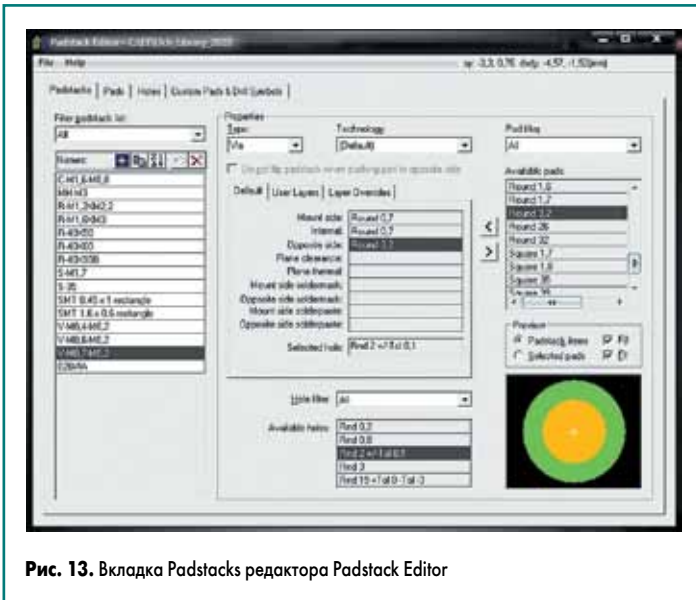

Рис. 13. Вкладка Padstacks редактора Padstack Editor
**Ctrl** на клавиатуре и перемещать мышь, удерживая левую кнопку). После чего необходимо с помощью левой кнопки мыши выбрать контактную площадку из списка в окне **Available pads** и в заключение нажать на кнопку левой стрелки **Assign Pads** («Назначить площадку»). Для того чтобы убрать контактную площадку из падстека, нужно левой кнопкой мыши выбрать нужное поле на вкладке **Default** и нажать на кнопку правой стрелки **Remove Pad Assignments** («Снять назначение»). Далее требуется назначить в падстек штыревую контактную площадку (кроме тех случаев, когда окно **Available Holes** будет неактивным по причине создания определенного типа падстека), для этого выберите с помощью левой кнопки мыши отверстие из списка в окне **Available Holes**. Для сохранения созданного падстека используйте пункт меню **File** → **Save**. Рис. 13 демонстрирует вкладку **Padstacks** редактора Padstack Editor.